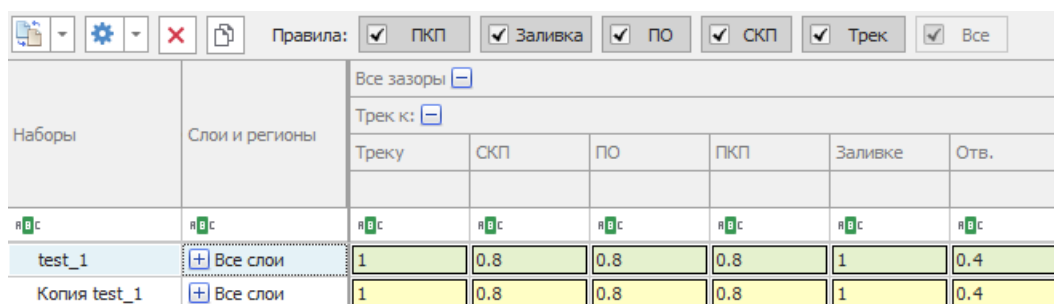

Рис. 61 Отображение созданной копии набора
4. Набор будет отображен в общем перечне и доступен для использования, Рис. 61.